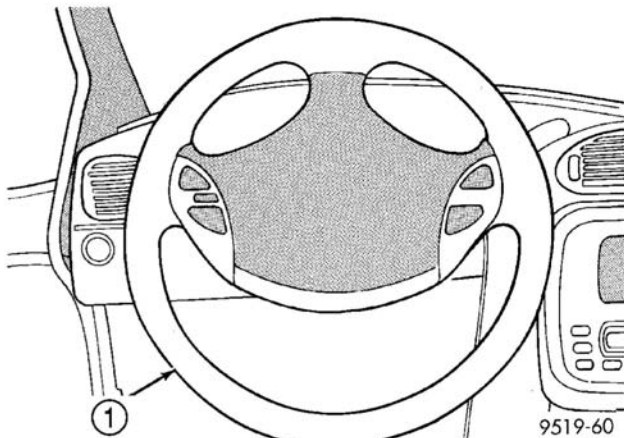

图 36 锁止位置的方向盘
(1) 转动锁芯到锁止位置并取出钥匙。向左转动方向盘半圈直到转向管柱锁啮合，保持转向管柱在锁止位置（图 36）。